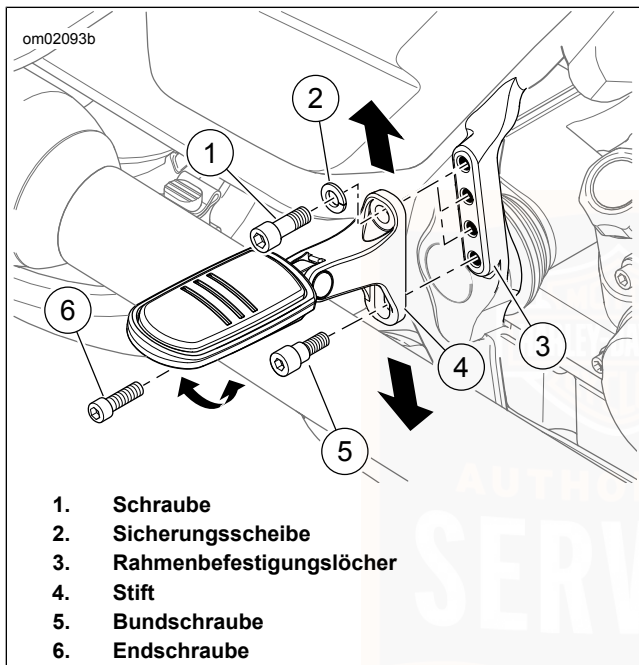

Abbildung 51. Soziusfußraste: FLHX, FLHXS, FLTRX, FLTRXS, FLHRXS
Siehe Abbildung 51. Falls sich die Halterung nicht nach oben oder unten verschieben lässt, die untere Bundschraube (5) lockern, aber nicht entfernen.
1. Die obere Schraube (1) und Sicherungsscheibe (2) der Halterung entfernen.
1. Siehe Abbildung 51. Die Endschraube (6) lockern.